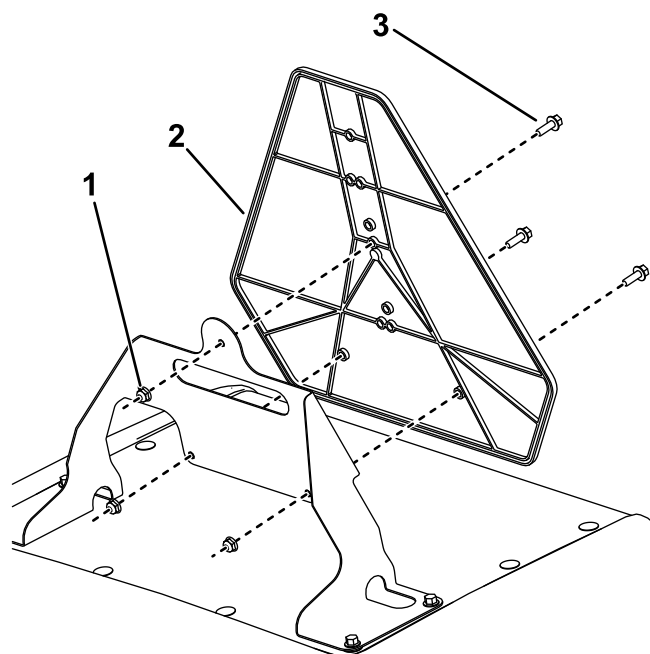

Figura 3
4. Instale o sinal de veículo lento como se mostra na Figura 3.